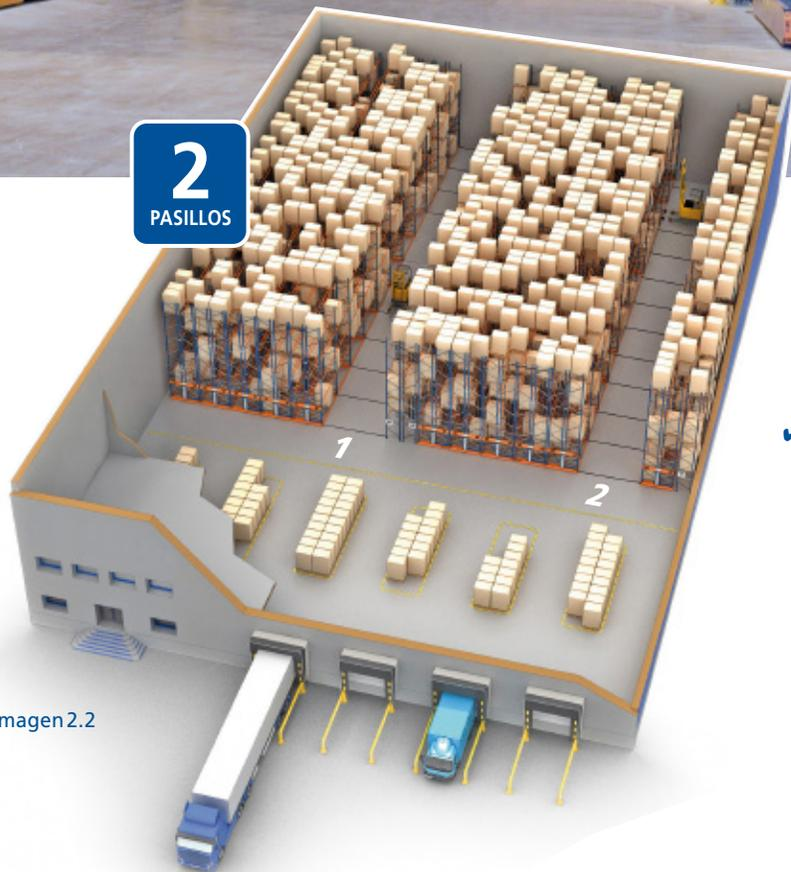

Imagen 2.2
- ✓ Cuando se instala una Movirack con un único pasillo de acceso (imagen 2.1), se obtiene la **máxima capacidad**. Pero si se instalan dos o más pasillos (imagen 2.2), se consigue **mayor agilidad** en el manejo de las tarimas y en las operaciones dentro del almacén, a pesar de que la capacidad disminuye.